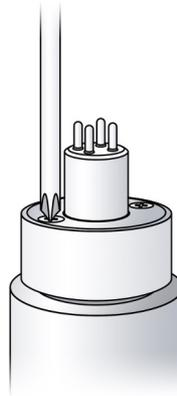

Abb. 2
- Schließen Sie den Reinwasseranschluss an (Abb. 2).